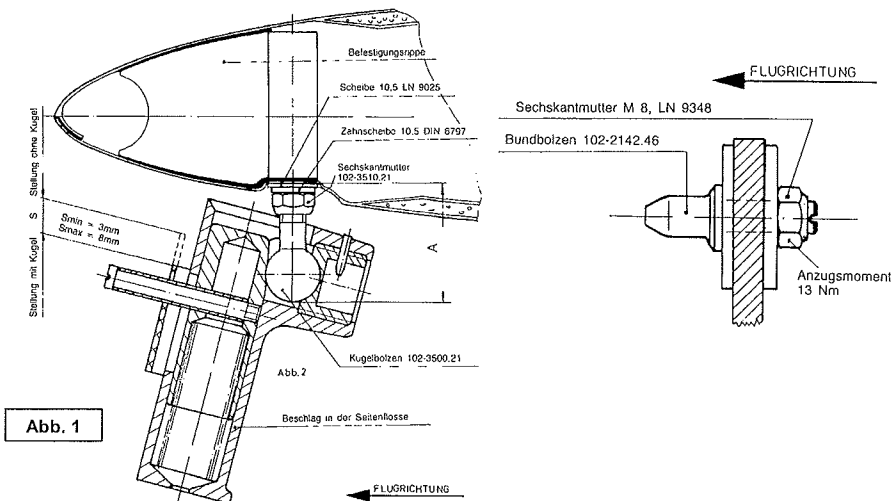

Abb. 1
- wenn Spiel in der vorderen Befestigung festgestellt wird, muß der Kugelbolzen ausgetauscht werden (siehe Abb. 1). Hierzu ist der Kugeldurchmesser zu bestimmen. Bei Bestellung ermittelten Durchmesser „D“ +0,1mm angeben.